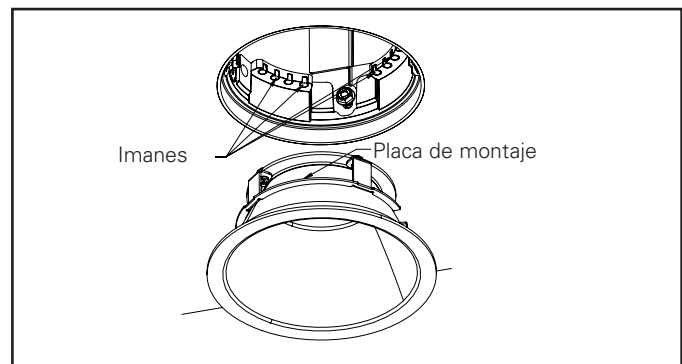

Figura 22
6. Alinee las placas de montaje con los imanes y coloque la moldura contra el techo (Figura 22).